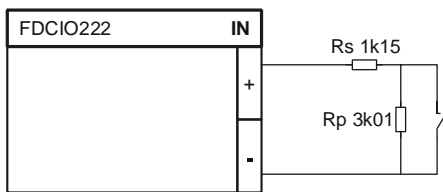
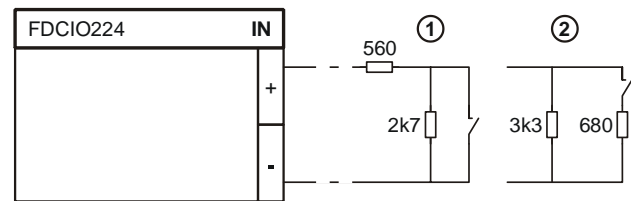

Fig. 6
Fig. 7
3. Connect resistors to input terminals (Fig. 6 and Fig. 7).
- Schließen Sie die Widerstände an den Klemmen der Eingänge an (Fig. 6 und Fig. 7). Die Widerstände müssen am Ende der Leitung angeschlossen werden!